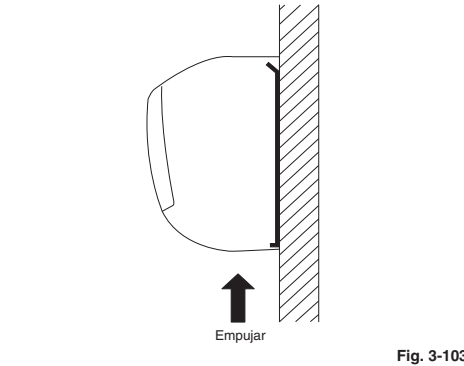

Fig. 3-103
- (3) Presione las 2 Δ marcas de la parte inferior de la unidad interior y desenganche las lengüetas. A continuación, levante la unidad interior y proceda a su desinstalación. (Fig. 3-103)